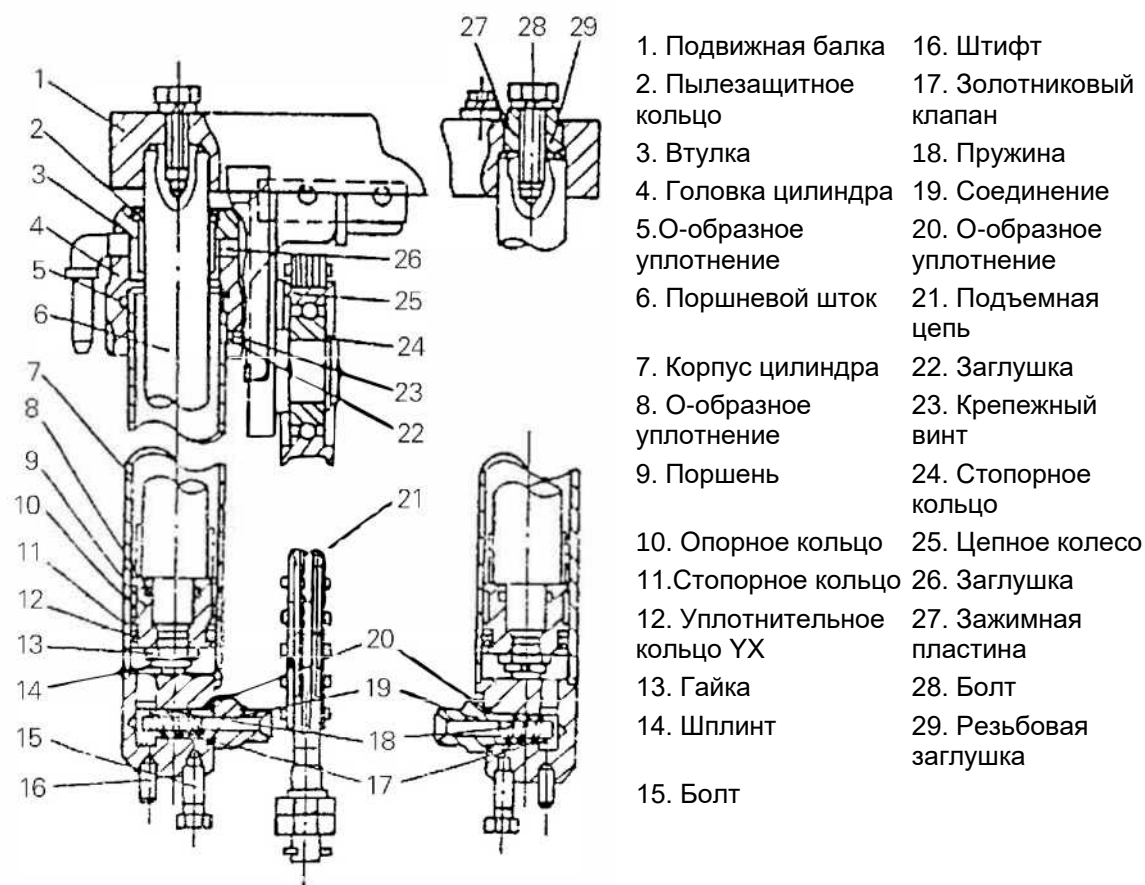

Рис. 9-8. Цилиндр подъема
9.5 Цилиндр подъема (рис. 9-8)